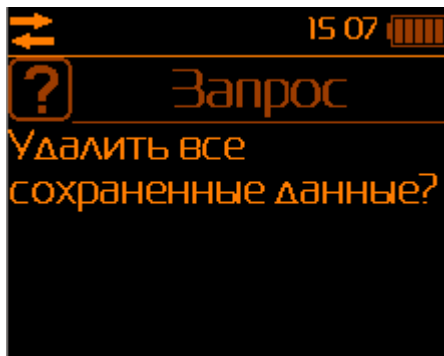

Рис.24 – Запрос подтверждения удаления всех данных при выборе меню «Очистка»
**2.7.2. Удаление всех результатов измерений из памяти блока отображения информации** осуществляется выбором пункта «Очистка» в меню Настроек. Происходит **одновременное удаление всех результатов измерения** температуры, влажности, скорости воздуха и дополнительных параметров микроклимата, хранящихся в памяти БОИ-01. Для предотвращения случайного удаления данных на дисплей выводится информация для подтверждения действий оператора (рис.24).